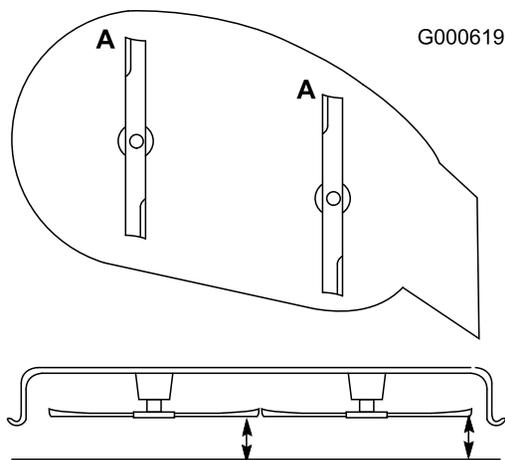

Figure 37
2. Tournez les lames dans le sens longitudinal (Figure 37). Mesurez la distance entre la surface plane et le tranchant (position A) des lames (Figure 37). Notez cette valeur.